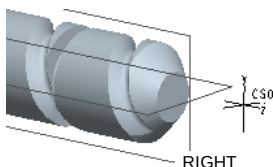

图 3.3.6 选取坐标系
Step3. 选取图 3.3.6 中的坐标系 CSO, 在操控板的坐标系类型下拉列表中选择 **柱坐标** 选项。